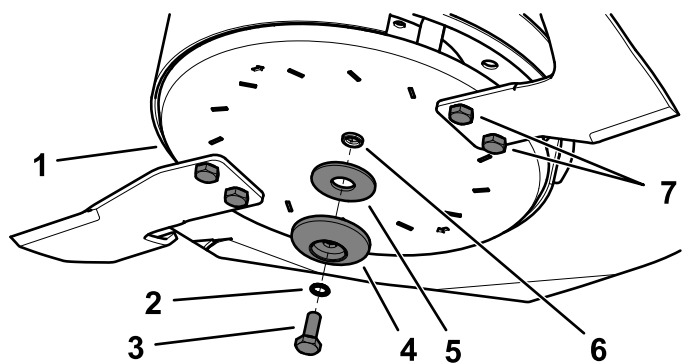

Figura 111
2. Installate il gruppo delle lame laterali utilizzando il bullone del disco, la rondella di bloccaggio elastica, il fermo della lama e la rondella curva rimossi in precedenza (Figura 111).